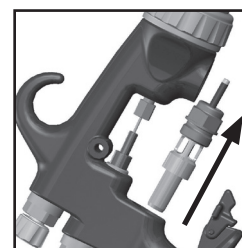

Fig. 28
3. Retirer la soupape d'air en saisissant la tige. (Voir fig. 28)